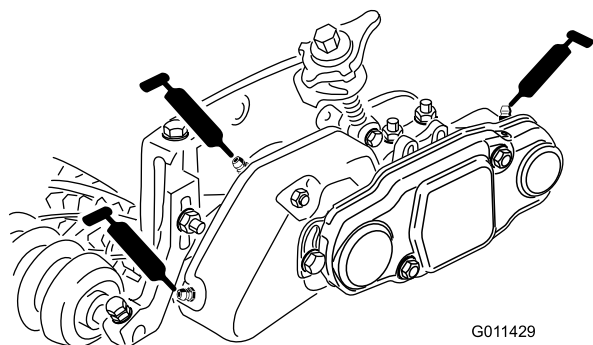

図 37
49. 各ベアリングハウジングにグリスを詰める 図 37。内側シールとシールガードの間から余分なグリスが出てくる。
50. 各ベアリングにグリスを注入する注入は 23 回を限度とすること 図 37。グリスが多すぎると大きな問題が出るので、グリスを入れすぎないように十分注意する。はみ出したグリスはふき取る。